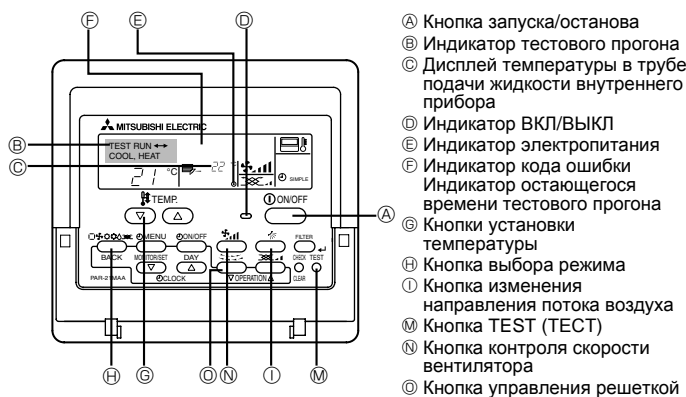
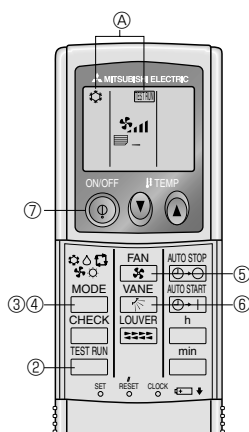

Fig. 7-1
Fig. 7-2
7.2.1. Использование проводного пульта дистанционного управления (Fig. 7-1)
- ① Включите питание по крайней мере за 12 часов до начала пробного прогона.
- ② Дважды нажмите кнопку [TEST]. ➔ "TEST RUN" на ЖК-дисплее
- ③ Нажмите кнопку [Mode selection] (Выбор режима) и переключитесь на режим охлаждения (или обогрева). ➔ Убедитесь в том, что выдувается холодный (или теплый) воздух.
- ④ Нажмите кнопку [Fan speed] (Скорость воздушного потока). ➔ Убедитесь в том, что скорость воздушного потока переключилась.
- ⑤ Нажмите кнопку изменения направления потока воздуха или кнопку управления решеткой. ➔ Проверьте работоспособность заслонки.
- ⑥ Проверьте работу вентилятора наружного прибора.
- ⑦ Выключите пробный прогона нажатием кнопки [ON/OFF]. ➔ Стоп
- ⑧ Введите телефонный номер.
7.2.2. Использование беспроводного пульта дистанционного управления (Fig. 7-2)
- ① Включите питание блока по крайней мере за 12 часов до начала испытаний.
- ② Дважды нажмите кнопку . (Начните данную операцию с выключенным дисплеем пульта дистанционного управления.)